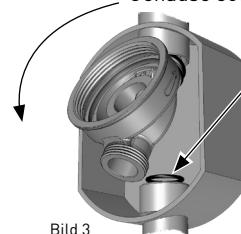

Bild 3
- O-Ring (aus Beipack) an der Verschraubung (gerändelter Überwurf) erneuern. Beide O-Ringe der Schiebehülse mit beiliegendem Fett einfetten. Gehäuse mit Schiebehülse in Fließrichtung schräg in die Hülsenaufnahme des UP-Kastens einstecken (Bild 3).